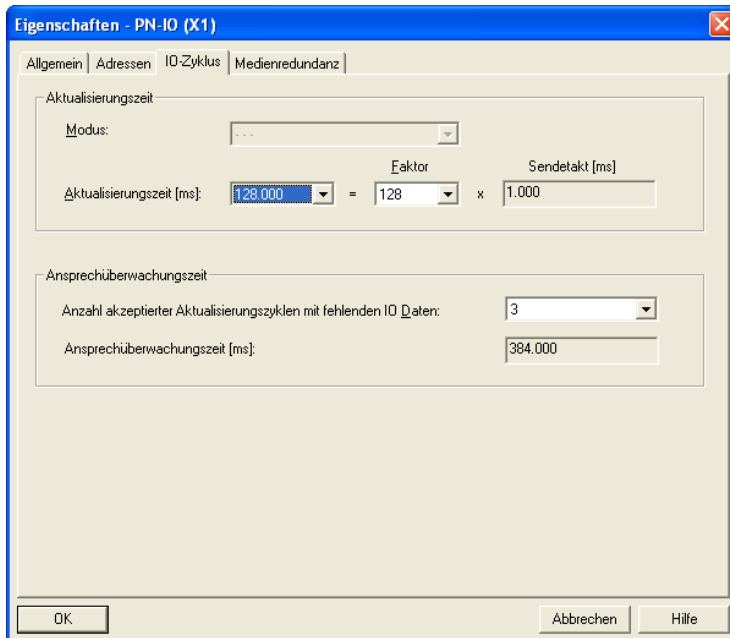

Abb. 12: Dialog zur Eingabe des IO-Zyklus
- Wählen Sie unter Aktualisierungszeit/Aktualisierungszeit [ms]: die gewünschte Aktualisierungszeit (in ms) für den IO-Zyklus aus (siehe Abbildung 12).
- Wählen Sie unter Anspruchüberwachungszeit/Anzahl akzeptierter Aktualisierungszyklen mit fehlenden IO-Daten die gewünschte Anzahl für den IO-Zyklus aus (siehe Abbildung 12).